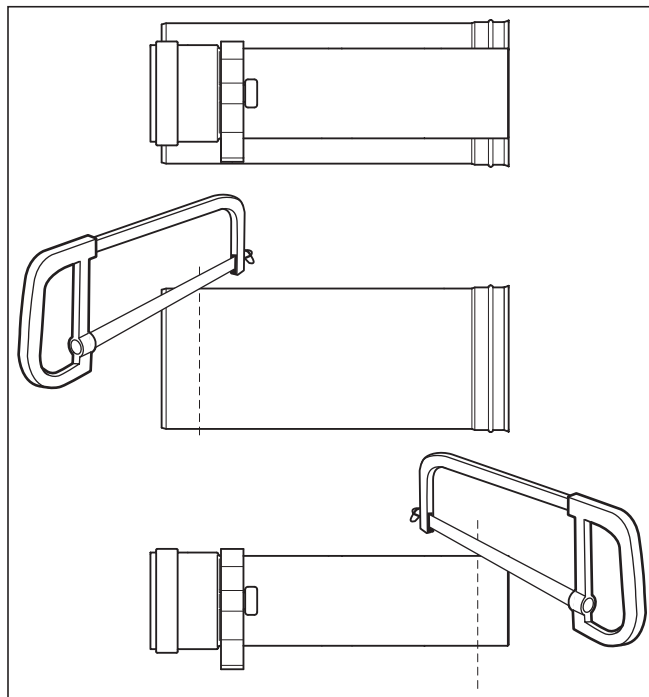

Fig. 4.76 Raccourcissement de la rallonge
Raccourcissez le conduit des fumées et le tuyau extérieur sur la face tournée vers les manchons (→ Fig. 4.76).
- Enfoncez de nouveau le conduit des fumées dans le tuyau extérieur, comme illustré Fig. 4.76.